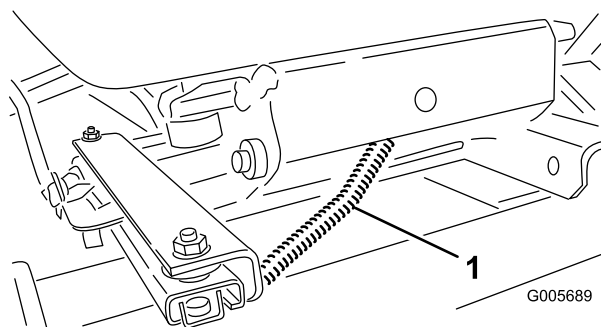

**Figura 12**
2. Desaperte ligeiramente (2) grampos R do lado direito da parte de baixo do banco com 2 parafusos de capa e anilhas planas fornecidos no kit (Figura 12). Instale o tubo manual nos grampos R e aperte os parafusos de capa (Figura 12).
3. Monte o apoio do banco sobre quatro pinos roscados na parte de baixo do conjunto da suspensão do banco e fixe-o no lugar com porcas de flange (Figura 12).